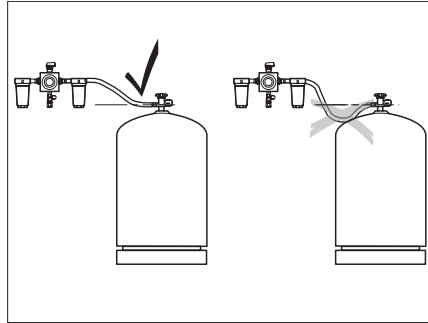

Bild 214 Verlegen der Hochdruckschläuche
- ▷ Beim Verlegen der Hochdruckschläuche darauf achten, dass die Schläuche stetig steigen (Bild 214).